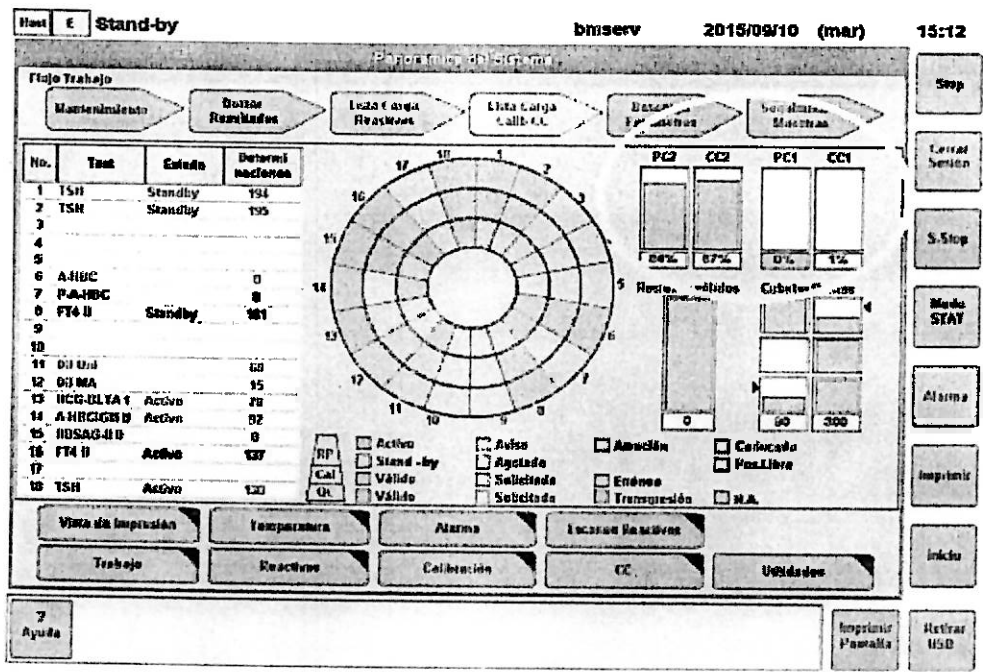

Imagen 51. Reactivos auxiliares.
- Seleccionar la pantalla Panorámica del Sistema y verifique el volumen de reactivos ProCell y CleanCell, en las posiciones PC1-2 y CC1-2 respectivamente. (Ver Imagen 51).